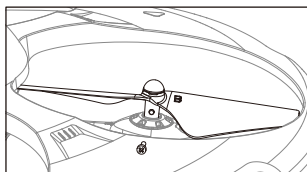

图10
2. 装上相同转向的桨叶，桨叶孔位须对齐传动管螺丝孔位，用螺丝刀顺时针旋转，将螺丝锁紧（图10）。